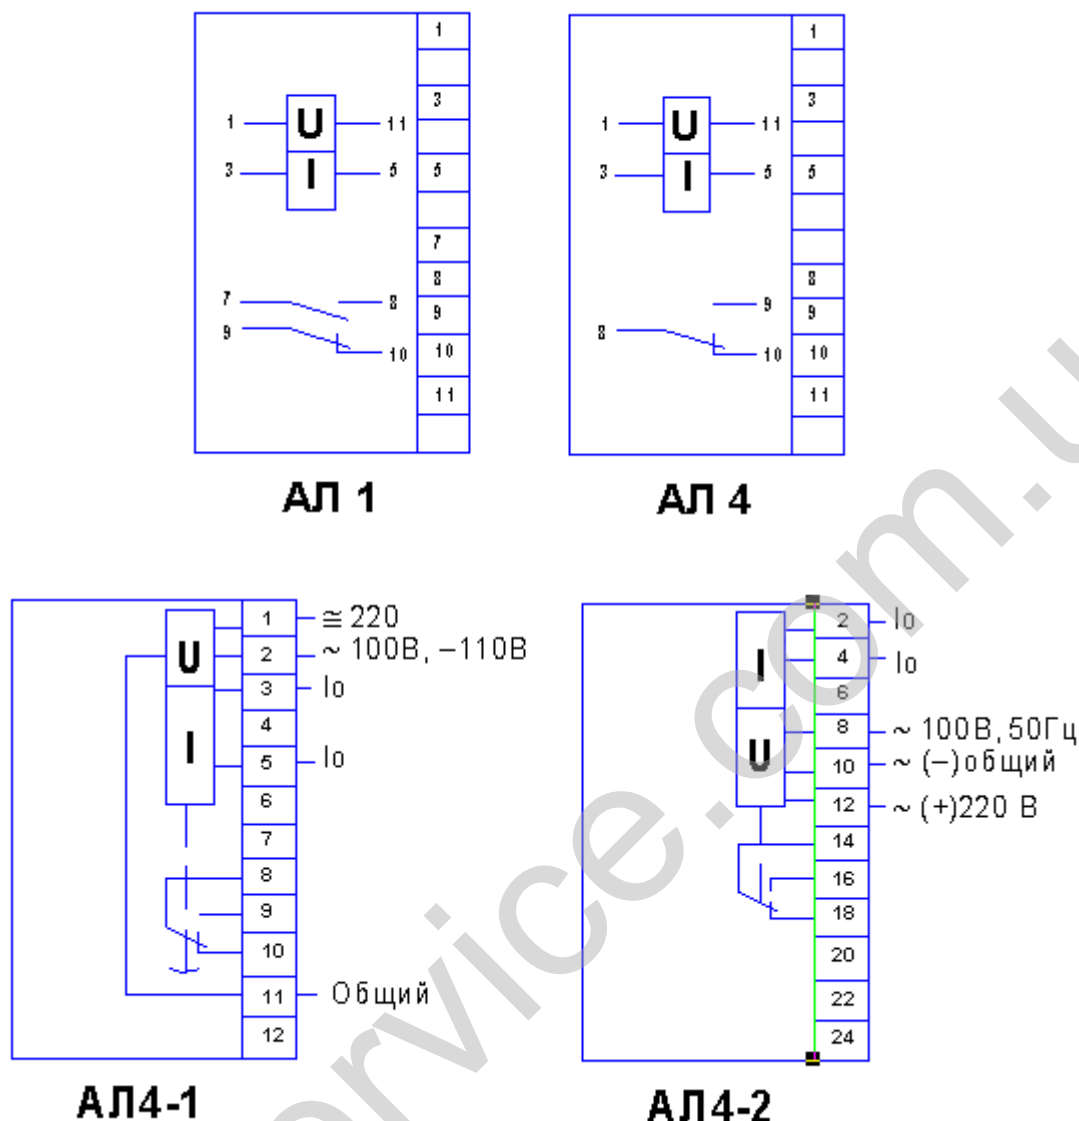

Рисунок 2 – Схемы подключения реле
Оперативное напряжение питания, контролируемый ток и выходные контакты реле подключаются согласно схеме подключения реле (рисунок 2).
- в соответствии со схемой подключения реле (рисунок 2) подать соответствующее оперативное напряжение питания;